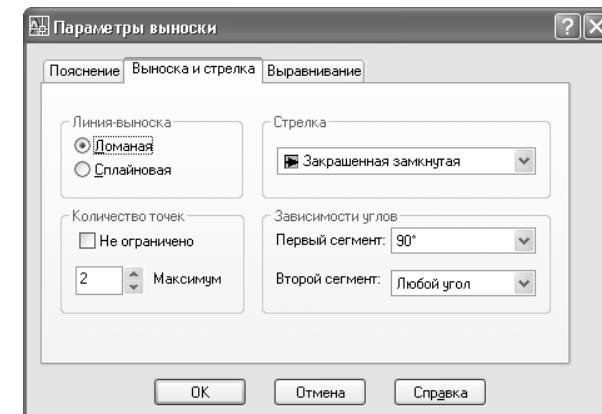

Рис. 11.28 ▼ Параметры вкладки **Выноска и стрелка** (Leader Line & Arrow) диалогового окна **Параметры выноски** (Leader Settings)
- Перейдите на вкладку **Выноска и стрелка** (Leader Line & Arrow) и настройте содержащиеся на ней параметры в соответствии с рис. 11.28, а затем закройте диалоговое окно **Параметры выноски** (Leader Settings) щелчком на кнопке **OK**.